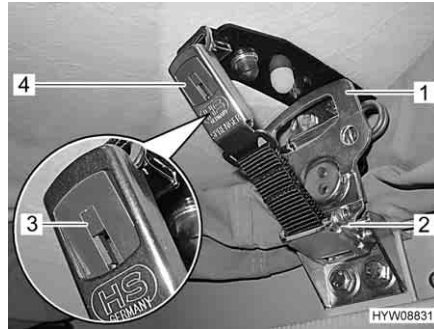

Fig. 28 Bloccaggio
- Tirare verso il basso sui due lati la serratura rapida (Fig. 28,2) e agganciarla nella piastrina di sostegno.
- Ruotare la maniglia (Fig. 28,1) sulla serratura rapida (Fig. 28,2) in senso orario di mezzo giro.
- Chiudere la serratura a scatto (Fig. 28,4) premendo sui due lati.
- Spingere il cursore rosso (Fig. 28,3) in basso premendo sui due lati. In questo modo la serratura a scatto (Fig. 28,4) è assicurata contro l'apertura involontaria.